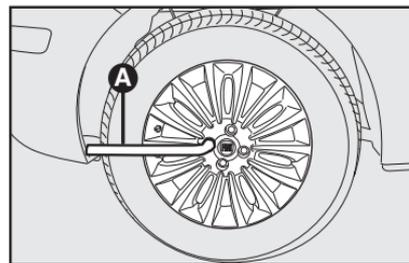
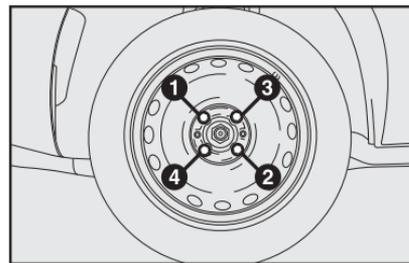

fig. 11
fig. 12
- Apertar bem os parafusos **fig. 11**, passando alternadamente de um parafuso ao outro diagonalmente oposto, de acordo com a ordem ilustrada na **fig. 12**.
ADVERTÊNCIA: para versões do modelo que possuem roda em liga e estepe em chapa, não utilizar o dispositivo de bloqueio **A-fig. 11**, pois ele é dimensionado para estepe com roda em chapa de aço, não permitindo a fixação da roda em liga.